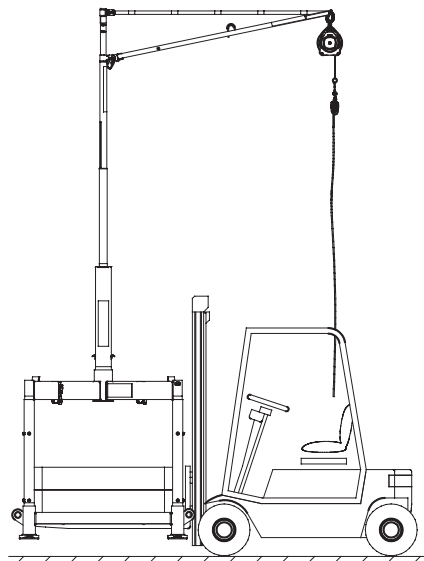

Figura 33. Levantar toda la unidad para el transporte.
1. Coloque las horquillas debajo de la base en los perfiles de guía de la horquilla, consulte la Figura 33. Levante la unidad lentamente y asegúrese de que ninguna parte del sistema de carga MkII esté obstruida.